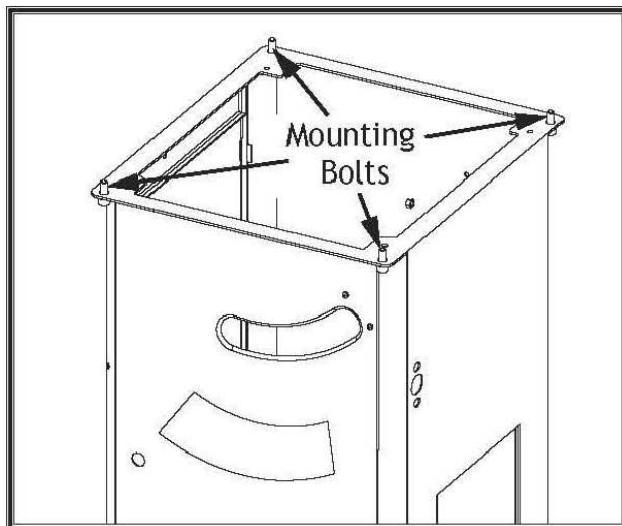

Рисунок 106. Расположение крепежных болтов стола (таблица опущена для ясности).
6. Ослабьте (4) крепежные болты стола, крепящие столешницу к основанию (см. рисунок 106), и слегка коснитесь стола в направлении, необходимом для выравнивания повторяйте шаги 2-6 пока диск и Т-паз не станут параллельными
9. Ослабьте (4) крепежные болты стола из шага 6.